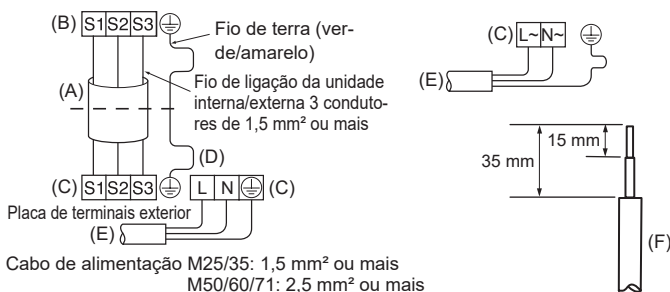
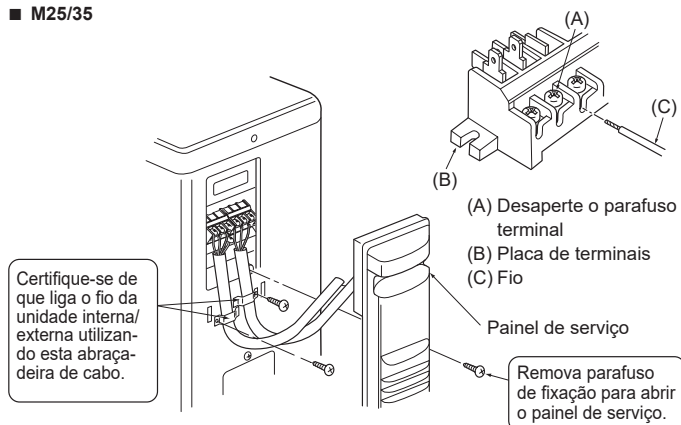
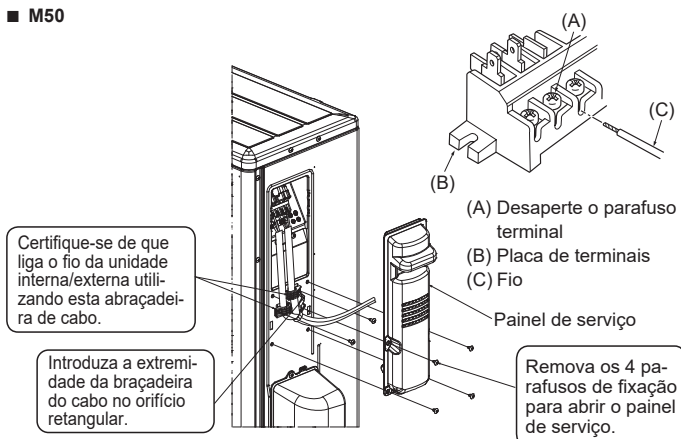
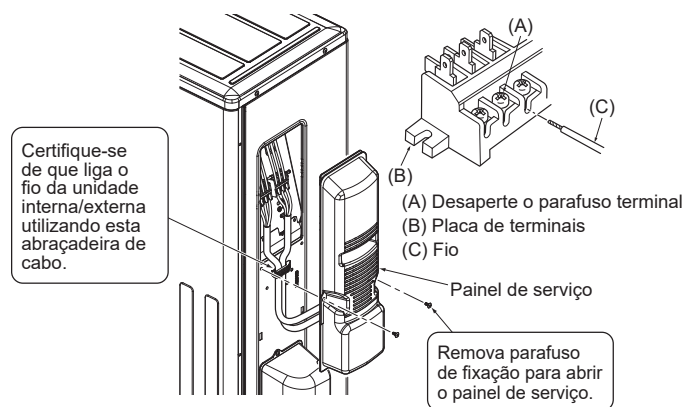

Fig. 6-2
Fig. 6-3
Fig. 6-4
Fig. 6-5
6.1. Unidade exterior (Fig. 6-1, Fig. 6-2, Fig. 6-3, Fig. 6-4, Fig. 6-5)
(1) Retire o painel de serviço.
(2) Ligue os cabos referentes à Fig. 6-1, Fig. 6-2, Fig. 6-3, Fig. 6-4 e Fig. 6-5.
- Faça as ligações tal como demonstrado no diagrama, na parte inferior esquerda. (Obtenha o cabo a nível local) (Fig. 6-2)
- (A) Cabo de ligação
- (B) Placa de terminais interior
- (C) Placa de terminais exterior
- (D) Instale sempre um fio de terra que seja mais comprido do que os outros cabos.
- (E) Cabo de alimentação
- (F) Fio